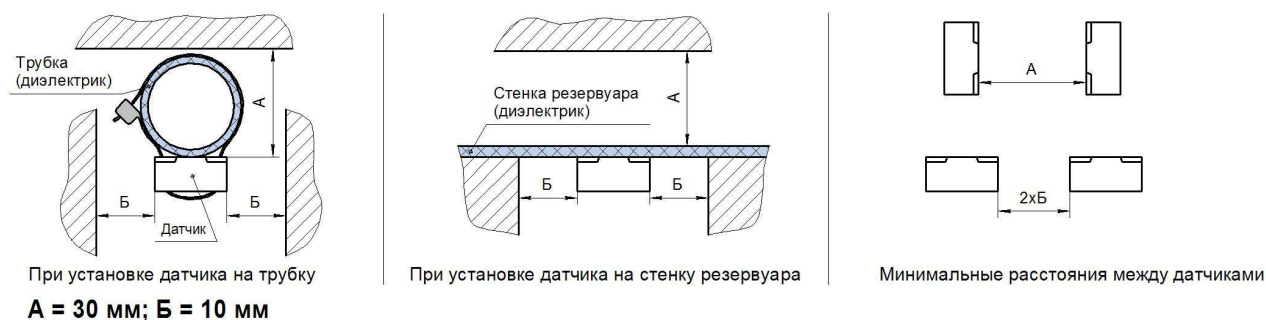

Рис.1 - Минимальные расстояния от датчика до окружающих объектов и между датчиками
- Для исключения влияния окружающих объектов на работу датчика, а также исключения взаимного влияния датчиков необходимо соблюдать минимальные расстояния (рис.1).